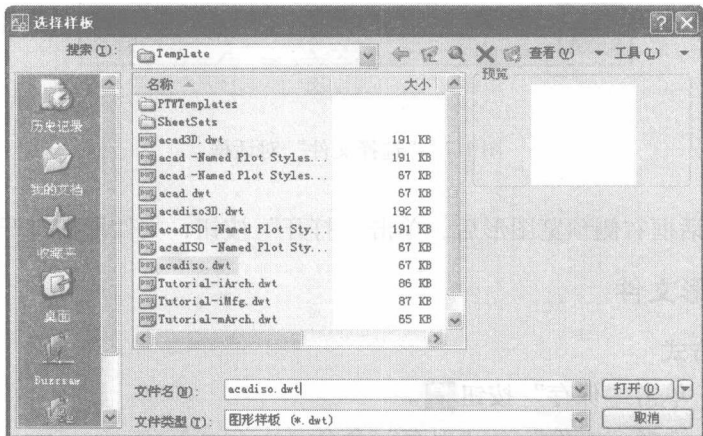

图 1-6 “选择样板”对话框
1) 执行上述命令后,系统将打开“选择样板”对话框,如图 1-6 所示。共有 3 种文件